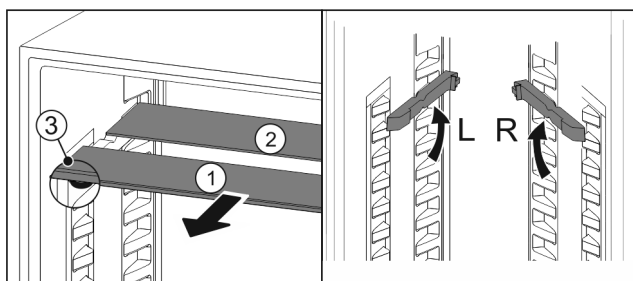

Fig. 19
- Vytiahnite sklené dosky jednotlivo dopredu Fig. 19 (1).
- ▷ Sklená doska Fig. 19 (1) s ozdobnou lištou leží vpredu.
- ▷ Zárážky Fig. 19 (3) ukazujú nadol.